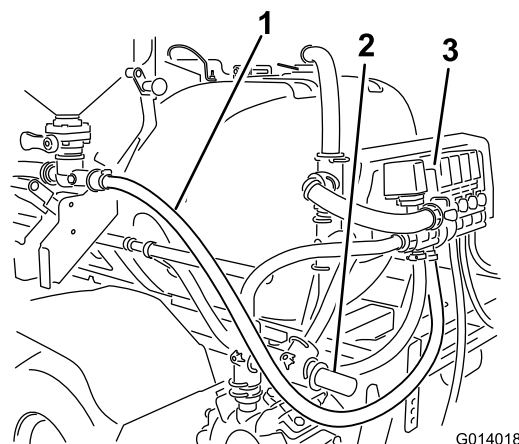

Figura 27
2. Rimanendo sotto il flessibile dell'agitatore ma sopra l'attacco sinistro della barra centrale, dirigete il flessibile verso l'alto sino al gruppo valvola del nebulizzatore (Figura 27).
1. Dirigete all'indietro l'estremità aperta del flessibile di alimentazione. Il flessibile oltrepassa la pompa e ritorna verso il gruppo valvola sotto la valvola di sfogo (Figura 27).